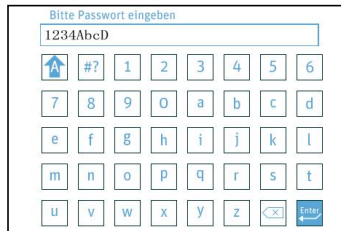
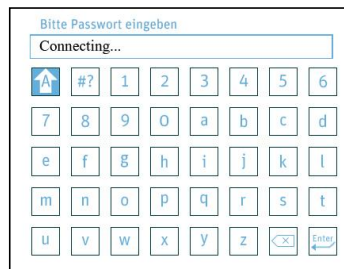

Abb. 16-10
Abb. 16-11
(4) Nachdem Sie das gewünschte WiFi-Netzwerk gefunden haben, drücken Sie den **Knopf**  und drehen Sie den **Knopf** , um dieses WiFi-Netzwerk auszuwählen. Drücken Sie den **Knopf** , um auf die WiFi-Passworteingabeschnittstelle zuzugreifen. Das Passwort hat eine Länge von mindestens 8 Zeichen und kann englische Groß- und Kleinbuchstaben und Zahlen von 0 bis 9 enthalten, wie in der Abb. 16-10 gezeigt. Nachdem das Passwort eingegeben wurde, drehen Sie den **Knopf** , bis der Cursor auf der **Bestätigungstaste**  steht. Drücken Sie den **Knopf** , um sich mit dem WLAN-Netzwerk zu verbinden, wie in der Abb. 16-11 gezeigt. Zu diesem Zeitpunkt darf der Benutzer keine Aktion ausführen und sollte 0 bis 15 Sekunden auf das Verbindungsergebnis warten.